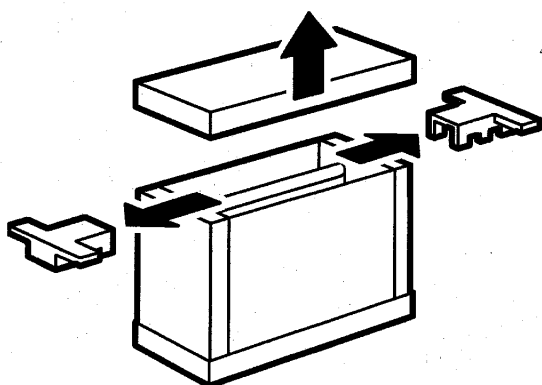

fig. 1
- 1 Quitar la tapa de cartón como se indica (fig. 1).